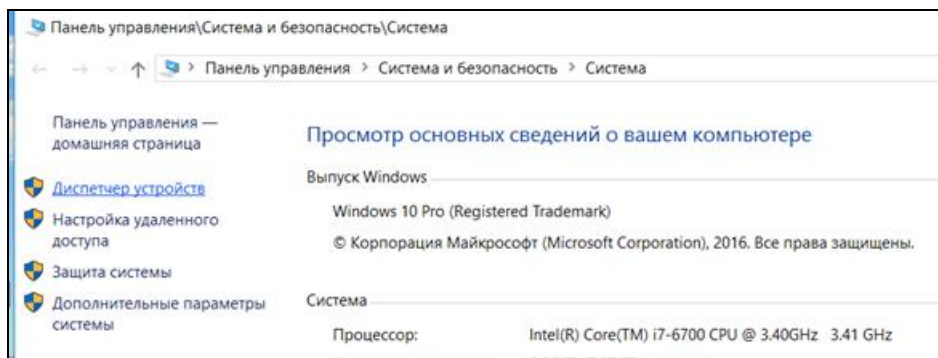

Рис. 87
3.6.2.2. Скопируйте папку **Colip** с диска **SSD3** на диск **C** ПК, к которому будет присоединен проводной сканер. Для создания виртуального COM-порта из папки **Colip** запустите файл **USBCOMInstaller.msi**. Для этой процедуры у пользователя ПК должны быть права администратора. Присоедините сканер к ПК. Откройте вкладку «Диспетчер устройств» (рис. 87).